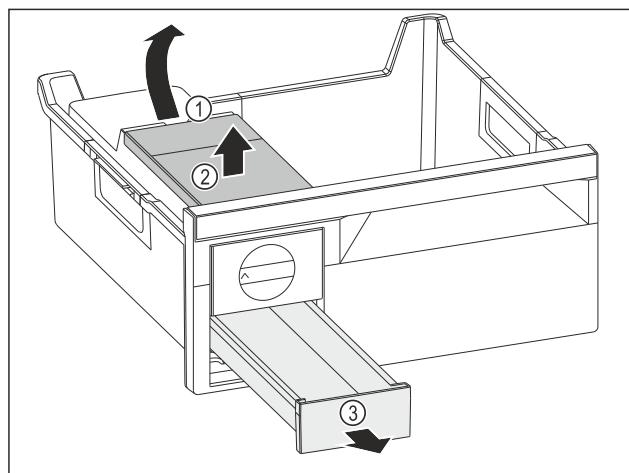

Fig. 84
- Retirer le réservoir d'eau : Soulever le réservoir d'eau hors de l'évidement Fig. 84 (1).
- Retirer le réservoir d'eau Fig. 84 (2) vers le haut.
- Retirer le compartiment à glaçons Fig. 84 (3) vers l'avant.